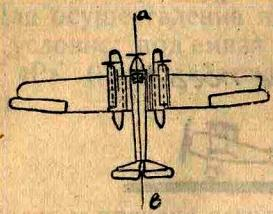

Рис. 66.
- 1) продольная «ав» (рис. 66);